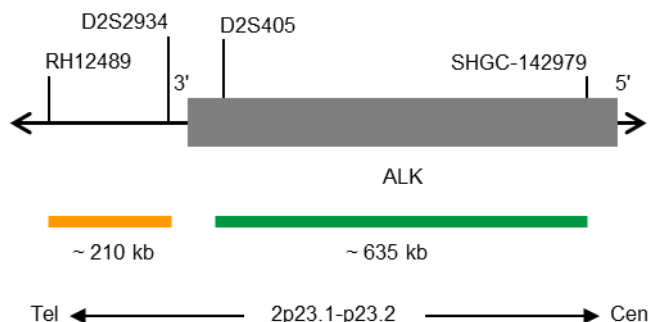

Abb. 1: SPEC ALK Sondenlokalisierung (nicht maßstabsgetreu)
- ZyGreen (Anregung 503 nm/Emission 528 nm) markierten Polynukleotiden (~10 ng/μl), die gegen Sequenzen in 2p23.1-p23.2* (chr2:29,460,144-30,095,822) gerichtet sind, welche proximal zur ALK-Bruchpunktregion lokalisiert sind (siehe Abb. 1).
- ZyOrange (Anregung 547 nm/Emission 572 nm) markierten Polynukleotiden (~4,5 ng/μl), die gegen Sequenzen in 2p23.2* (chr2:29,174,204-29,383,335) gerichtet sind, welche distal zur ALK-Bruchpunktregion lokalisiert sind (siehe Abb. 1).